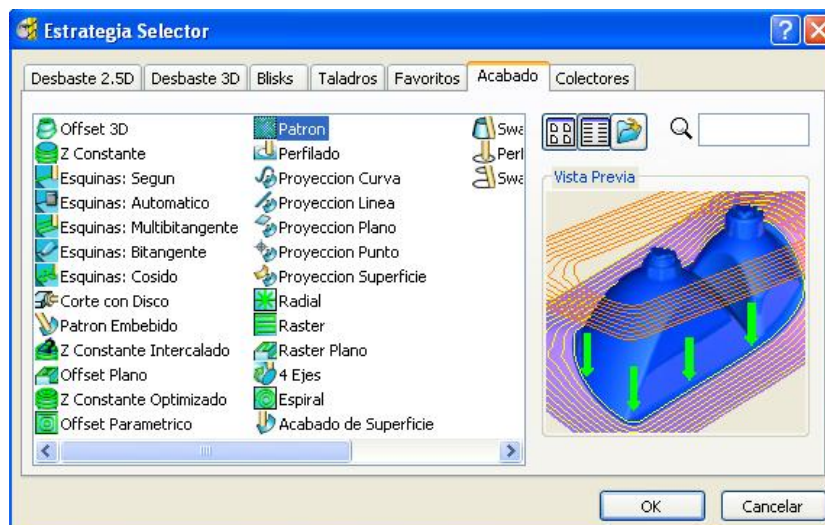

Figura 2.228 Cuadro de diálogo Estrategias Selector.
- Seleccionar la opción Patrón en la pestaña Acabado, y hacer clic en OK (Figura 2.228).